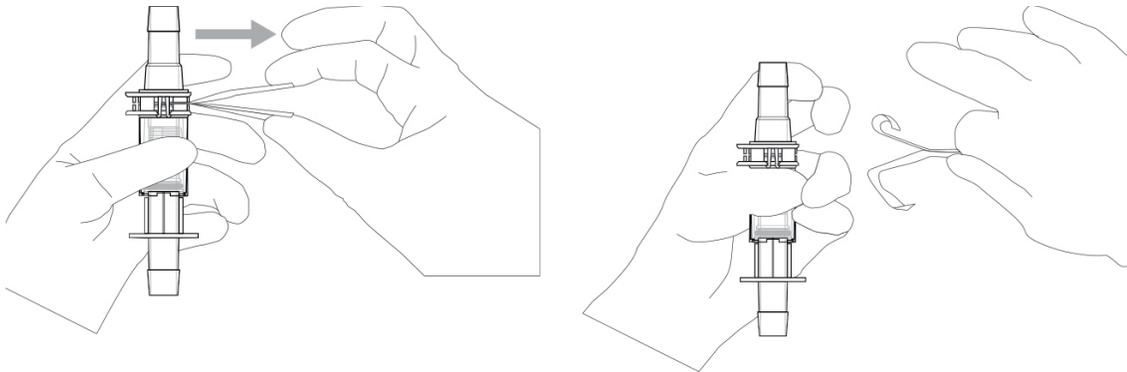

Abbildung 5.40. Entfernen der Abziehstreifen vom Konnektor.
5. Stützen Sie mit einer Hand die männliche und die weibliche Seite des Kleenpak Konnektors ab, indem Sie mit den Fingern beide Seiten des Konnektors neben dem Flansch umfassen. Ergreifen Sie mit der anderen Hand die beiden Abziehstreifen so nahe wie möglich an der flachen Seite des Konnektors, um einen sicheren Griff zu gewährleisten, und ziehen Sie die Streifen dann zusammen mit einer flüssigen, gleichmäßigen Bewegung heraus. Achten Sie darauf, dass der Konnektor sich im rechten Winkel zu den Abziehstreifen befindet (siehe Abbildung 5.40). Beim Herausziehen der beiden Streifen muss sich der Konnektor weiterhin im rechten Winkel befinden. Verwenden Sie den Konnektor nicht, wenn nur einer der beiden Abziehstreifen entfernt wurde.